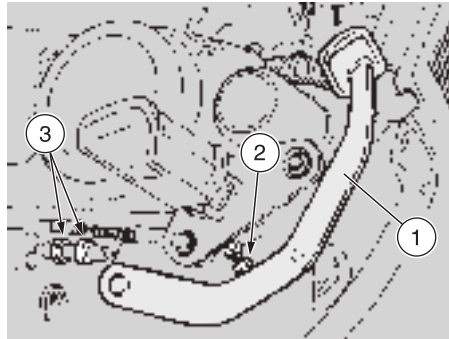

Fig. 14
- ♦ Regule la palanca del freno (1-Fig.14) a la altura deseada (en posición de descanso) mediante el tensor de fin de carrera (2-Fig.14).
Si fuese necesaria una regulación, regule la posición del interruptor stop mediante las tuercas adecuadas (3-Fig.14).